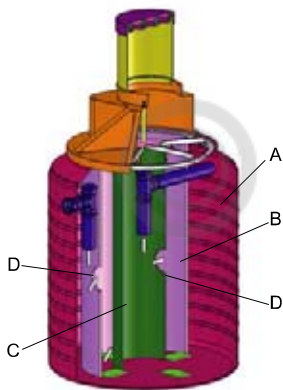

Рис. 3. Отстойник 3 м³
В отстойнике происходит плавное естественное движение жидкости из одной осадочной камеры в другую (поз. А, В, С Рис. 3) через переливные отверстия (D).